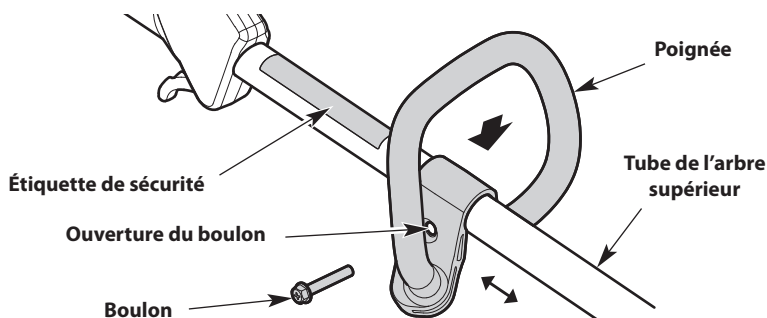

Fig. 10
1. Poussez le manche sur le tube supérieur de l'arbre (Fig. 10). Assurez-vous que la ouverture du boulon font face vers la droite (Fig. 10).
2. Insérez le boulon dans son trou et poussez-le à travers (Fig. 10). Serrer la boulon avec un tournevis à tête plate, mais ne pas serrer la boulon complètement.
3. Maintenez l'unité en position d'utilisation (Fig. 15). Déplacez le manche vers le haut ou le bas sur le tube supérieur pour trouver une position confortable (Fig. 10). S'assurer que la poignée est placée au-delà de l'extrémité de l'étiquette de sécurité (Fig. 10).
1. Desserrer le boulon avec un tournevis à tête plate (Fig. 10).
2. Maintenez l'unité en position d'utilisation (Fig. 15). Déplacez le manche vers le haut ou le bas sur le tube supérieur pour trouver une position confortable (Fig. 10). S'assurer que la poignée est placée au-delà de l'extrémité de l'étiquette de sécurité (Fig. 10).